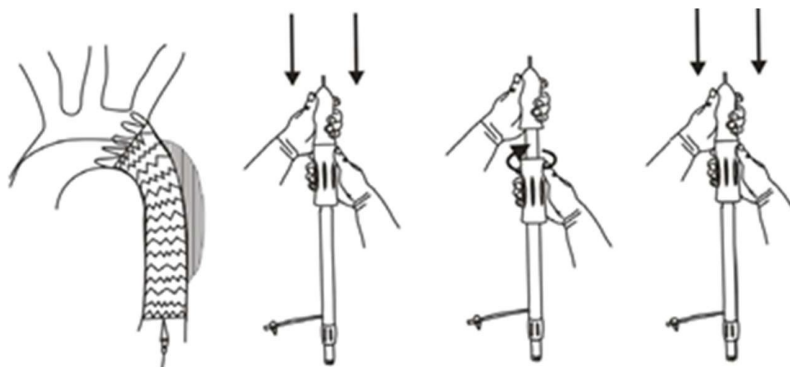

Fig.10 Retiro del sistema de colocación
unido al asa azul (paso ① en la Fig.10).
Gire el asa azul en el sentido de las agujas del reloj (en el sentido contrario a la flecha del asa) hasta que el asa no pueda girarse más (el asa puede retroceder con la rotación) (paso ② en Fig.10). Repita el procedimiento como se describe en el paso ① (paso ③ en Fig.10), y luego confirme si la punta guía se alinea con el catéter exterior bajo fluoroscopia. Sujete el extremo anterior de la cubierta blanca y retire el sistema de administración a lo largo del cable guía. Durante el retiro, no debe tocar el mango azul.